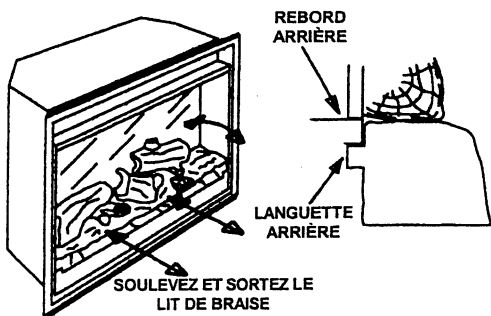

FIGURE 11
1. Soulevez délicatement la bordure avant de la base du lit de braise pour la dégager des languettes avant. Tirez jusqu'à ce que la languette arrière soit dégagée du rebord arrière, puis soulevez le lit de braise (FIGURE 11).
5. Remettez le lit de braise en place en le poussant à l'intérieur jusqu'à ce qu'il soit appuyé contre le miroir (FIGURE 11).